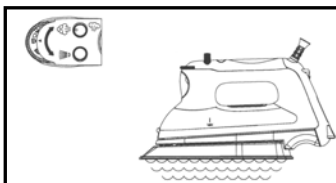

Fig. 2
- Gire el control variable de vapor hacia la derecha para aumentar la cantidad de vapor. Al usar más vapor, la plancha usa más agua y podría ser necesario rellenarla más seguido. (Fig. 2)